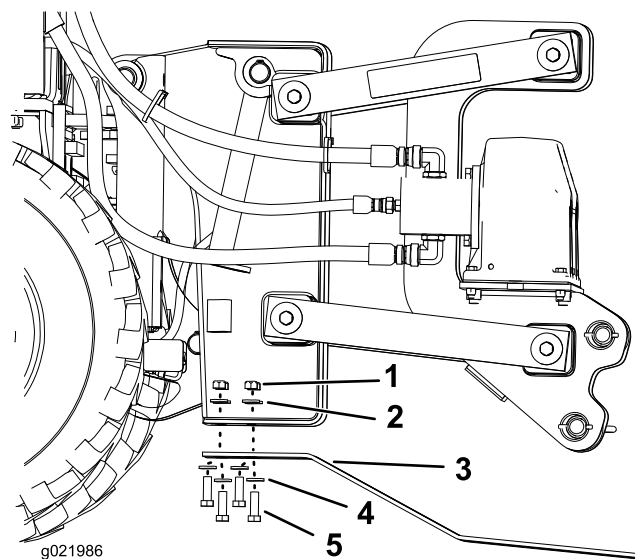

Figura 18
- Retire los 4 pernos, las 4 tuercas y las 8 arandelas de los patines (Figura 18).
- Instale los patines nuevos y sujételos con las fijaciones que retiró anteriormente (Figura 18).